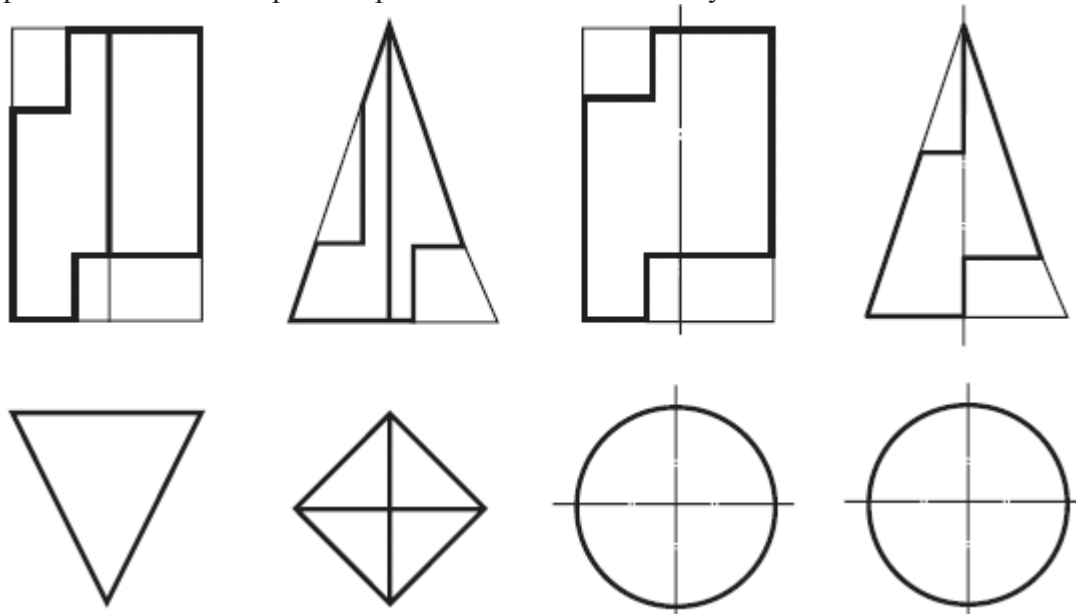

Рисунок 27 – Карточка-задание Построение отверстий на телах вращения, многогранниках
**Задание:** Постройте чертежи призмы, пирамиды, цилиндра и конуса (рис. 27), форма которых изменена в результате сечения плоскостями, перпендикулярными фронтальной плоскости проекций. Чертежи должны содержать три вида. Лишние линии удалите.